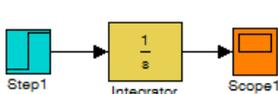

Figure 1
a. Simuler la réponse d'un intégrateur à une entrée échelon, tel qu'il est décrit sur la Figure 1. Analyser la réponse